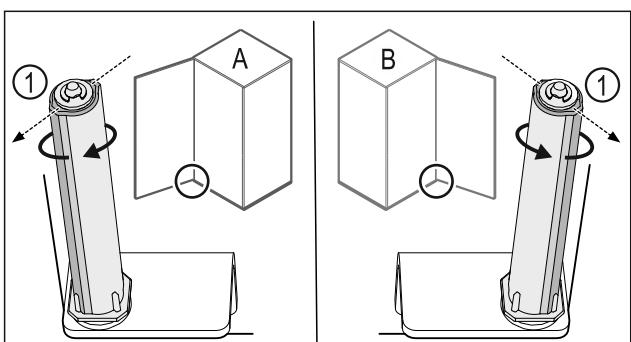

Fig. 50 Отваряне наляво (A) / отваряне надясно (B)
- Въртете затварящата система срещу съпротивлението, докато реброто на затварящата система Fig. 50 (1) сочи навън.